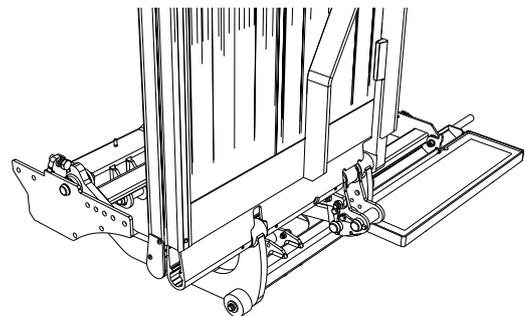

Abbildung 13. Plattform einpassen
3. Die Plattform in ihre Position heben und in die Gleitlager der Hubarme einpassen, siehe Abbildung 13.